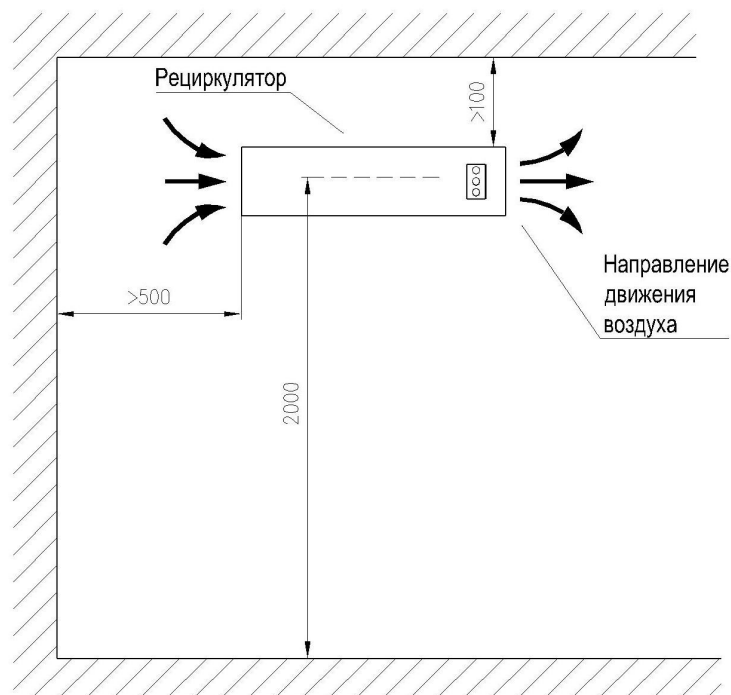

Рис. 5. Варианты размещения рециркуляторов в помещении
Рециркулятор должен размещаться в закрытом помещении на стенах по ходу основных потоков воздуха (в частности, вблизи отопительных приборов) на высоте не менее 2 м от пола согласно вариантам монтажа А или Б в соответствии с рис. 5.
4. Закрепить рециркулятор на стене в соответствии с рис. 5.